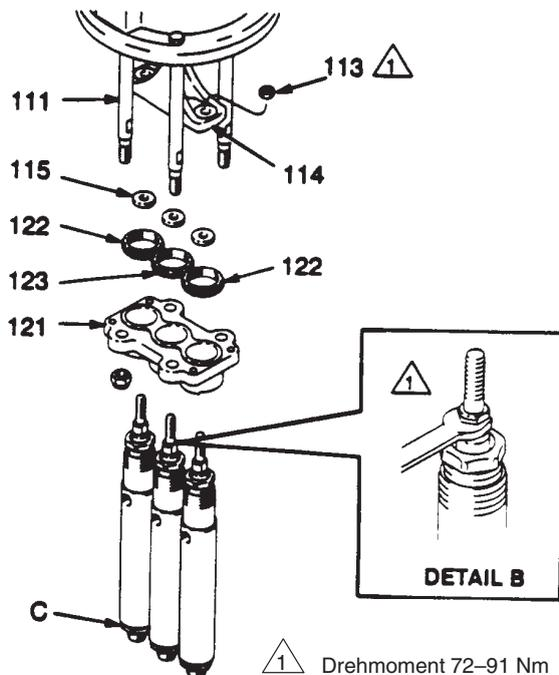

Abb. 18
1. Schrauben (113) oben auf der Traverse (114) der beiden äusseren Dosierpumpen abnehmen. Siehe Abb. 18. Anschliessend die äusseren Schrauben (122) oben an der Verbindungsplatte (121) an den beiden Dosierpumpen abschrauben. Für das Lösen der Schrauben einen Schraubenzieher und einen Hammer verwenden.
Hinweis: Die Verbindungsstangen (111) in Abb. 18 sind lediglich zur besseren Übersichtlichkeit aus der Verbindungsplatte (121) ausgebaut gezeigt; sie brauchen nicht ausgebaut werden.
2. Die beiden äusseren Pumpen von der Verbindungsplatte nehmen. Scheiben (115) von den Stangen entfernen.
3. Einen Schlüssel an die Schlüsselflächen der Kolbenstange der mittleren Pumpe anlegen und die Stange aus der Traverse (114) heraus schrauben. Siehe Detail B in der Abb. 18. Pumpe von der Traverse (114) nehmen, dann die Scheibe (115) von der Pumpenkolbenstange.